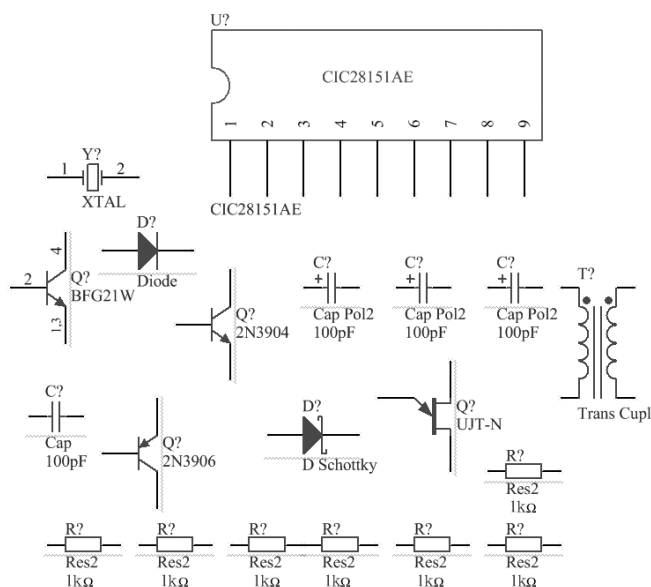

图4-39 元件放置结果
11) 打开“库”面板,在库文件列表中选择名为“Miscellaneous Devices. IntLib”的库文件,然后在过滤条件文本框中输入关键字“Tr”,筛选出包含该关键字的所有元件,选择其中名为“Trans Cupl”的变压器,放置变压器元件,结果如图4-39所示。